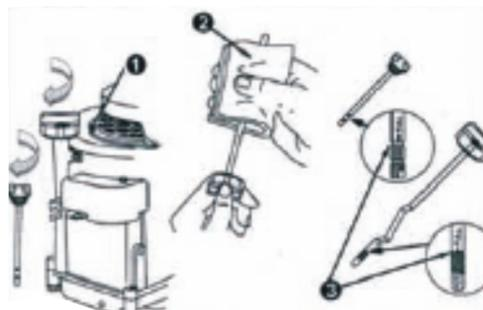

рис. 4
- Протрите щуп см. рис. 4.
- Отверните крышку маслоналивной трубы и извлеките масляный щуп из трубы. Проверьте уровень масла. Если уровень масла на щупе ниже метки "MIN", аккуратно добавьте масло до уровня "FULL" см. рис.4.